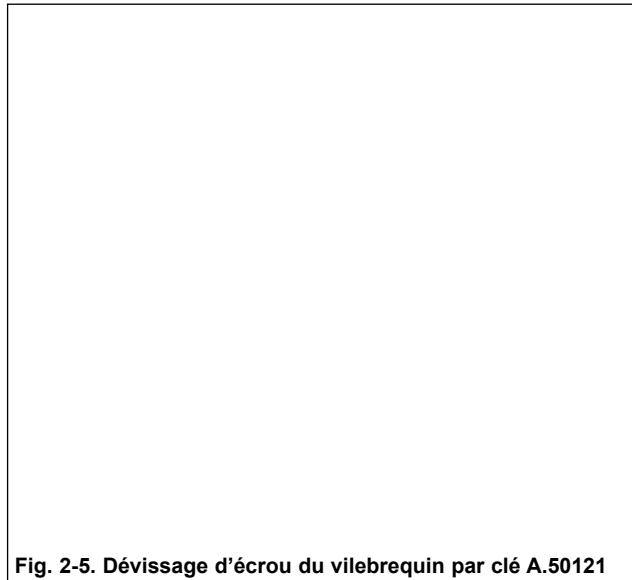
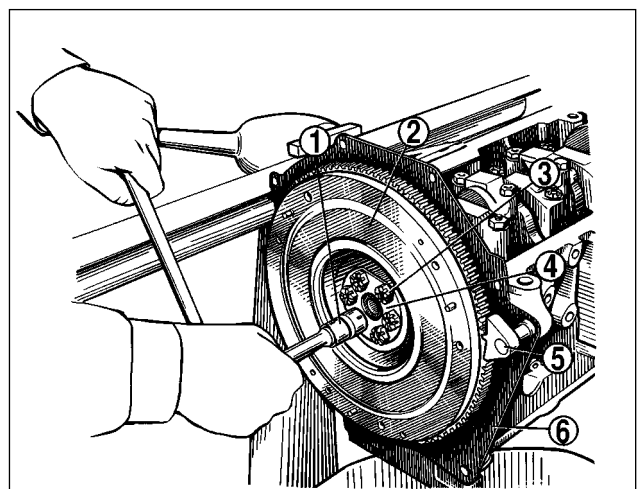
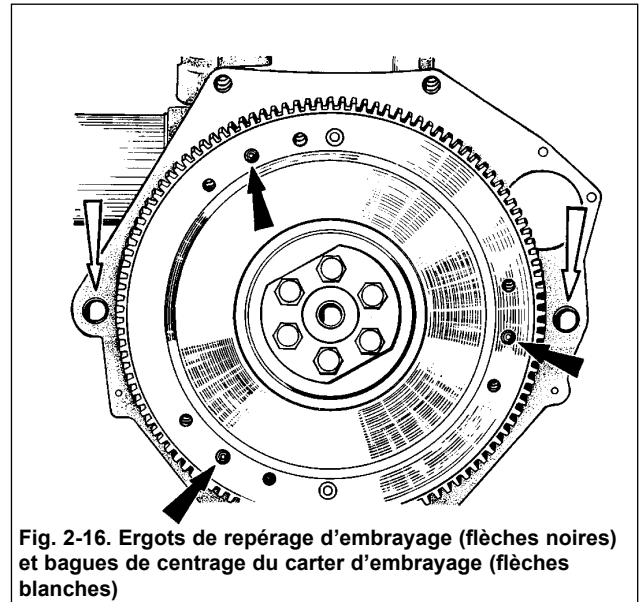

Fig. 2-5. Dévissage d'écrou du vilebrequin par clé A.50121
Fig. 2-10. Dépose de volant:
Fig. 2-16. Ergots de repérage d'embrayage (flèches noires) et bagues de centrage du carter d'embrayage (flèches blanches)
Démonter la poulie du vilebrequin en fixant le volant à l'aide de l'outil A.60330/R (fig.2-10) et en dévissant l'écrou à l'aide d'une clé A.50121 (fig.2-5).
Positionner un arrêt 5 (fig. 2-10), dévisser les boulons 3, enlever la rondelle 4 et le volant de vilebrequin. Enlever le couvercle antérieur du carter d'embrayage.
Poser le couvercle avant 6 (fig. 2-10) du carter d'embrayage en respectant les deux douilles de centrage (fig. 2-16). Fixer le couvercle sur l'attache de la garniture d'étanchéité arrière par les boulons.
- au cas de coïncidence des repères, fixer le volant à l'aide de l'outil A.60330/R (fig. 2-10) et serrer définitivement des boulons des roues, l'écrou-dôme du tendeur de la chaîne et redresser les rondelles-arrêtoirs des boulons des roues; au cas de non-coïncidence des repères, répéter l'opération de montage de la chaîne.